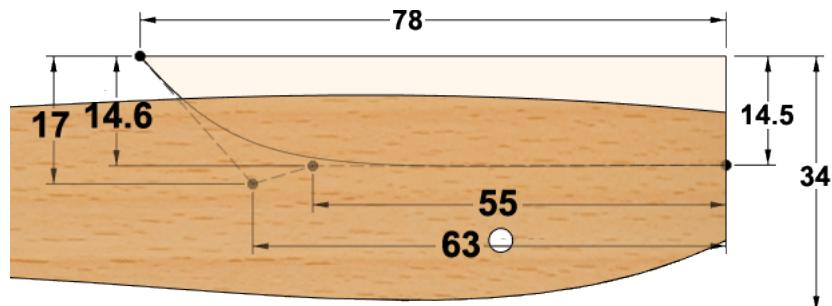

Fig. 29
Step 12. Dimension spline, Fig. 29.